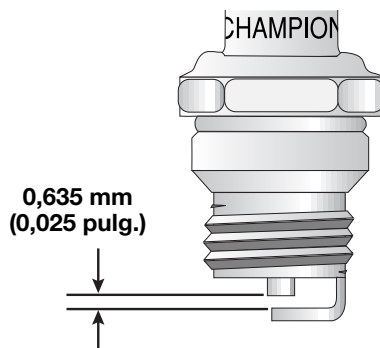

Fig. 73
3. Cambie las bujías que estén rajadas, sucias o deterioradas. Fije la separación de aire a 0,635 mm (0,025 pulgadas) utilizando un calibrador (Fig. 73).